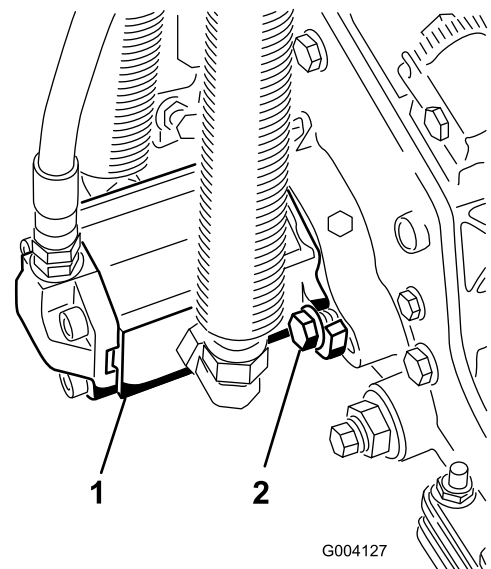

図 19
10. モータを手を持ち、右回りにひねってモータのフランジをキャップスクリューから逃がしながら、キャップスクリューにモータをセットする 図 19。モータを左回りにひねって、キャップスクリューにフランジをしっかりと掛け、キャップスクリューを締めてモータを固定する。